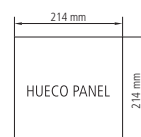

FIG.4a
- Realizar un hueco en el panel de las dimensiones descritas. (Fig.4a o Fig.4b)